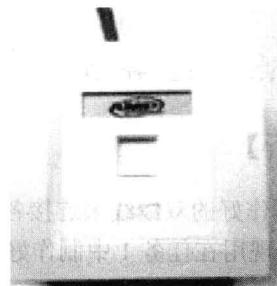

图 1-27 制作完成的信息模块
⑨ 最后再盖上面板的遮罩板（主要是为了起到美观的作用，使其看不到固定用的螺钉），即完成一个模块的全部制作过程。最终制作完成的信息模块如图 1-27 所示。
④ 随后的过程与上面的传统模块制作方法一样，也是把扣入模块的面板与底盒用螺钉固定起来，最终效果参见图 1-27。